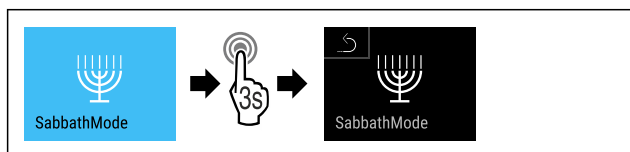

Fig. 13
- ▶ Proved'te kroky postupu (viz Fig. 13).